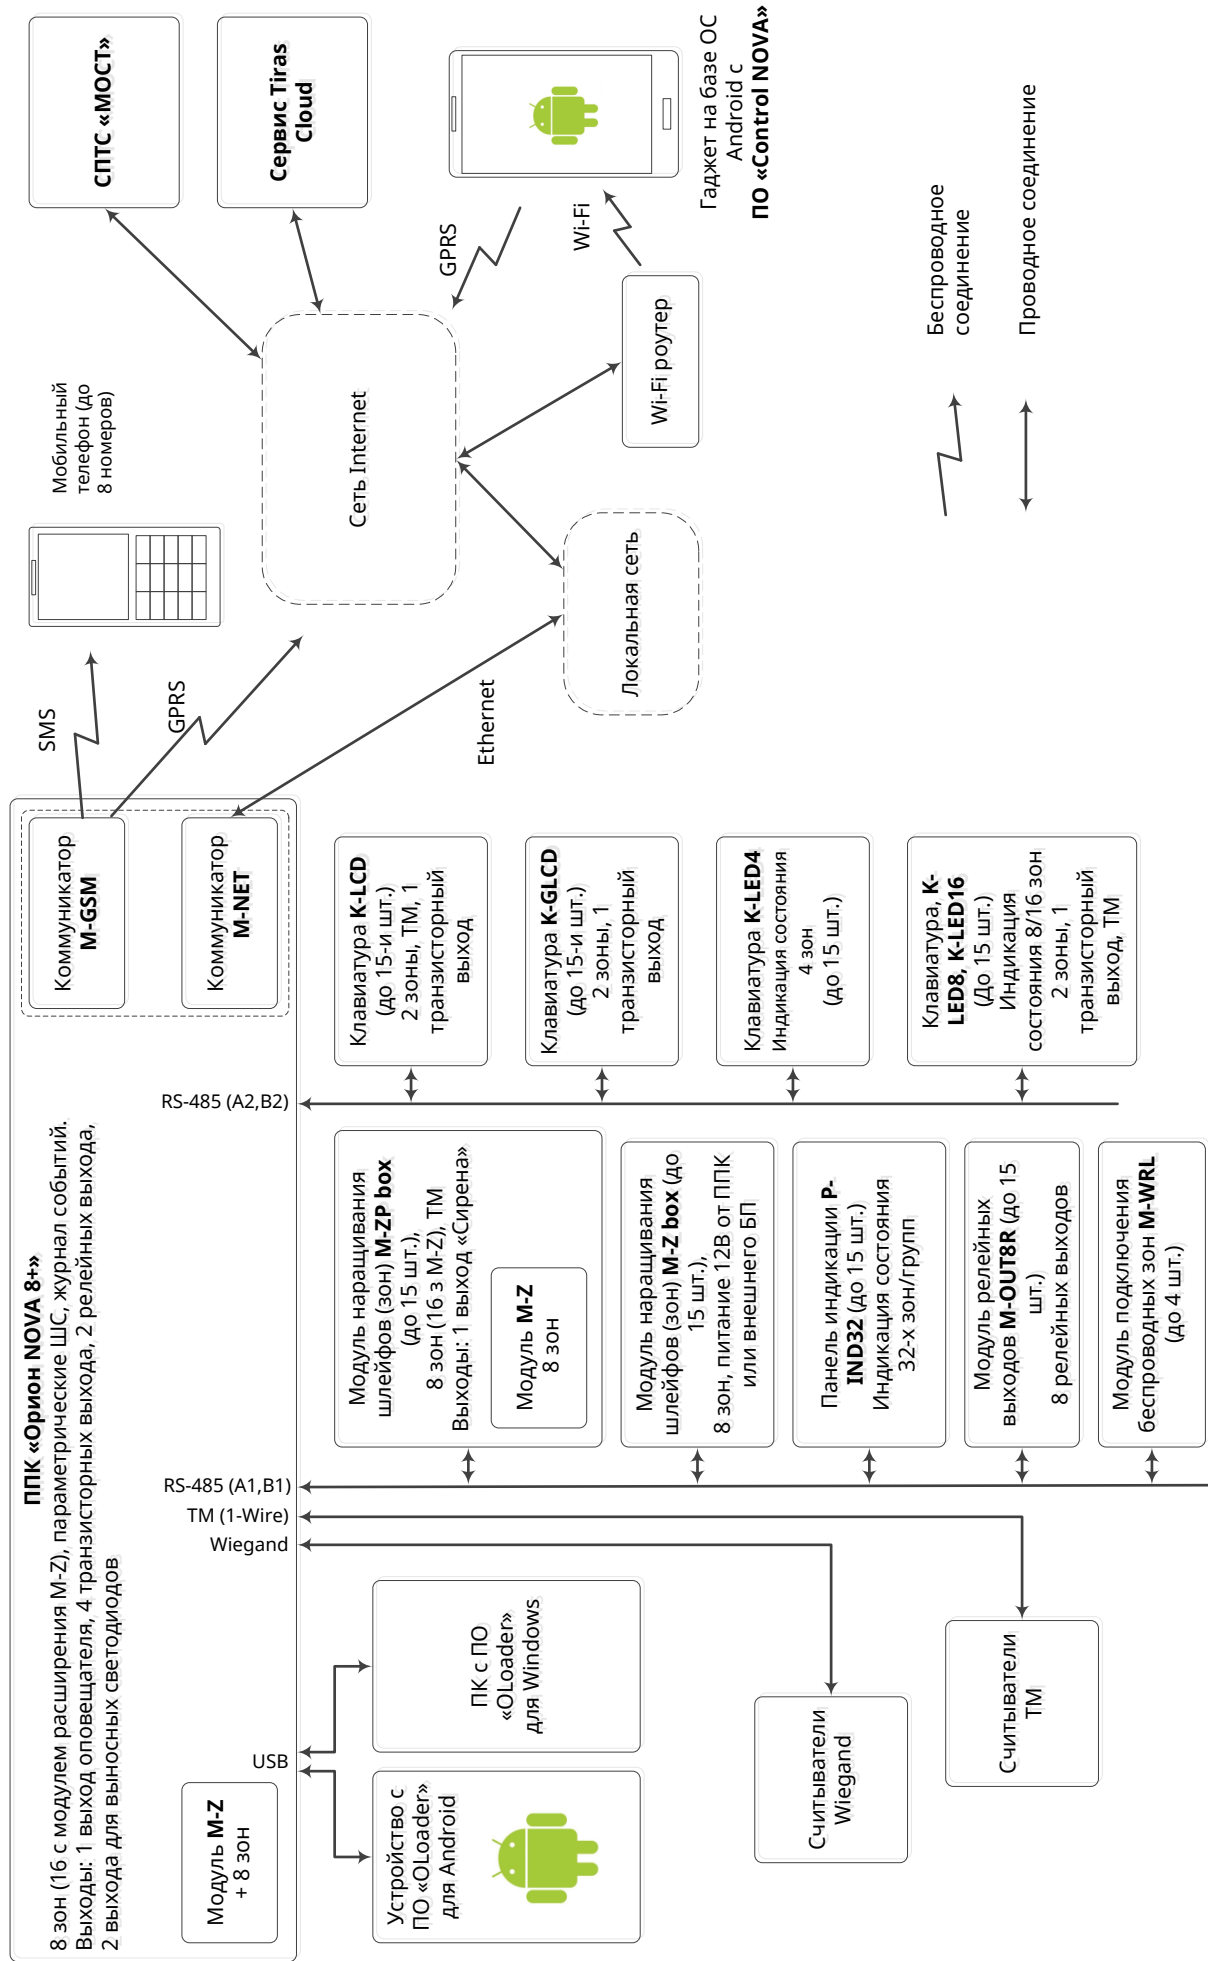

Рисунок 1.1 - Структурная схема системы охранной сигнализации на базе ППК «Орион NOVA 8+»
1.3.4 К ППК «Орион NOVA 8+», который является базовым блоком системы охранной сигнализации (далее - системы), можно подключить следующие модули (Рисунок 1.1):